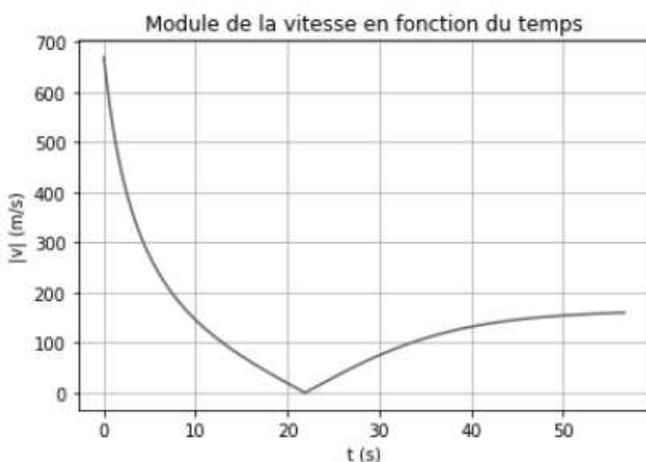

Figure 4 : module de la vitesse  $v(t)$
L'étude numérique du problème conduit aux résultats illustrés sur les courbes des figures 4 à 6.
Les questions suivantes (**Q8**, **Q9** et **Q10**) doivent être résolues sans chercher l'expression mathématique de  $v(t) = \|\vec{v}(t)\|$ , simplement en interprétant la forme des équations différentielles obtenues question 7 et en observant les courbes des figures 4 à 6.
**Q11.** Reproduire les **figures 4 à 6** sur la copie et identifier clairement les différentes phases et régimes du mouvement.